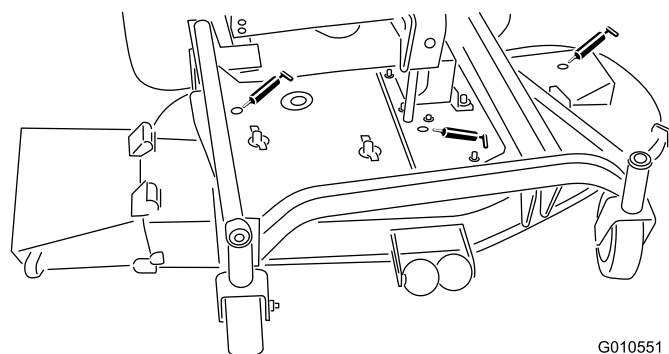

Figura 15
- cojinetes del eje de la cuchilla (Figura 15)